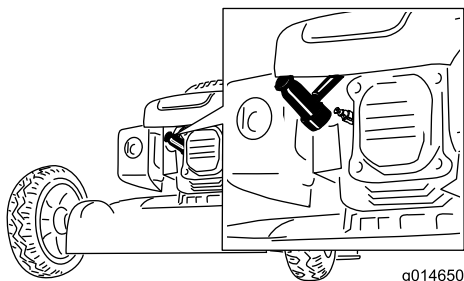

Bild 19
2. Ziehen Sie den Zündkerzenstecker (Bild 19) ab, bevor Sie Wartungsarbeiten ausführen.